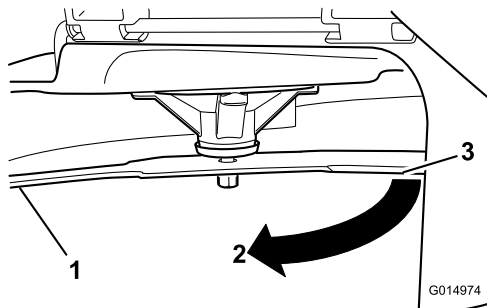

Figura 53
3. Distancia medida entre la cuchilla y la superficie (A)
4. Gire la misma cuchilla 180 grados de manera que el otro extremo esté en la misma posición (**Figura 53**).